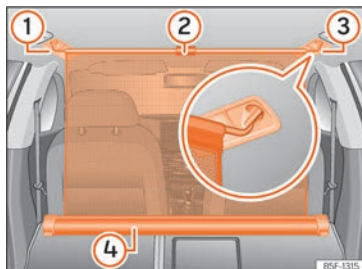

Fig. 144 En el maletero: red de separación enganchada con los respaldos del asiento trasero abatidos.
- Tire hacia arriba de la lengüeta »» fig. 144 ② para sacar la red de la carcasa »» fig. 144 ④.
- Enganche la red de separación en el lado derecho o izquierdo »» fig. 144 ③ (imagen ampliada).
- Enganche la red de separación en el alojamiento del otro lado »» fig. 144 ① estirando la barra.
La red de separación está correctamente montada cuando los extremos en forma de T están enganchados firmemente en los alojamientos correspondientes »» fig. 144 ③ y ①. »
- Enrolle la red en la carcasa »» fig. 144 ④ bajándola con la mano.